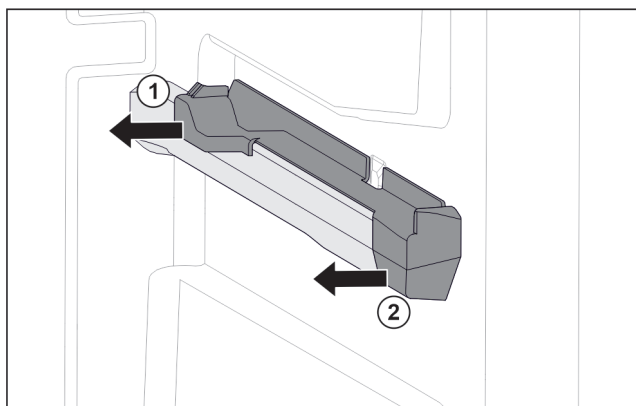

Fig. 39 Élément emboîtable sur la nervure de récipient droite
- ▶ Le retirer sur le côté par l'arrière. Fig. 39 (1)
- ▶ Le retirer sur le côté par l'avant. Fig. 39 (2)